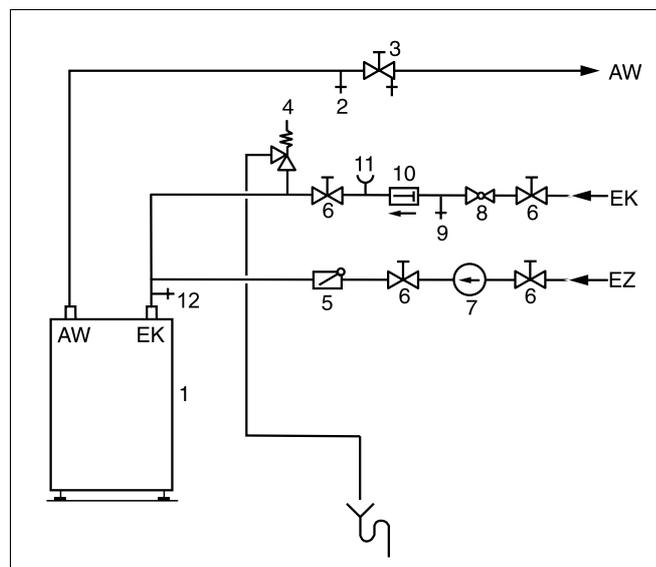

Fig. 2 Installazione (illustrazione schematica)
- Montare la valvola d'aerazione e di sfogo aria (fig. 2, **pos. 2**) nella tubazione dell'acqua calda prima della valvola d'intercettazione (fig. 2, **pos. 3**).
- Sulla valvola di sicurezza (fig. 2, **pos. 4**) va applicata una targhetta con la seguente scritta: "Non chiudere la tubazione di sfogo. Per motivi di sicurezza durante il riscaldamento può fuoriuscire dell'acqua."
- Svuotare la parte rimanente della rete di distribuzione a mezzo della valvola di scarico (fig. 2, **pos. 12**).